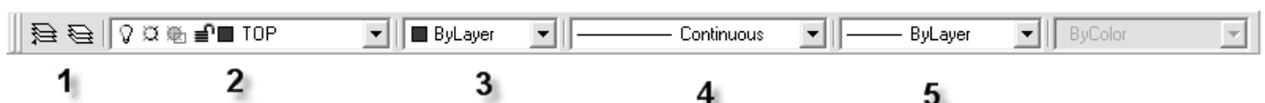

Рис. 5. Вид инструментальной панели **Object Properties** (Свойства объектов)
Информация о текущем слое представлена на панели **Object Properties** (Свойства объектов) (рис. 5). Пиктограмма 1 служит для вызова «Диспетчера свойств слоев» и запускает команду возврата к предыдущему состоянию слоев. Справа от панели «Слой» (2) находится панель «Свойства», которая содержит три раскрывающихся списка: «Цвет» объекта (3), «Тип линии» объекта (4) и «Толщина линии» объекта (5).